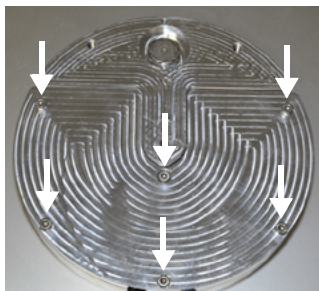

Abb. 4: Kabelanschlussraum
1. Lösen Sie die 6 Schrauben im Kabelanschlussraum (mit dem im Lieferumfang enthaltenen Innensechskantschlüssel), und öffnen Sie den Metalldeckel (siehe Abbildung 4).
6. Schließen Sie den Metaldeckel, und ziehen Sie alle 6 Schrauben fest an (siehe Abbildung 4).